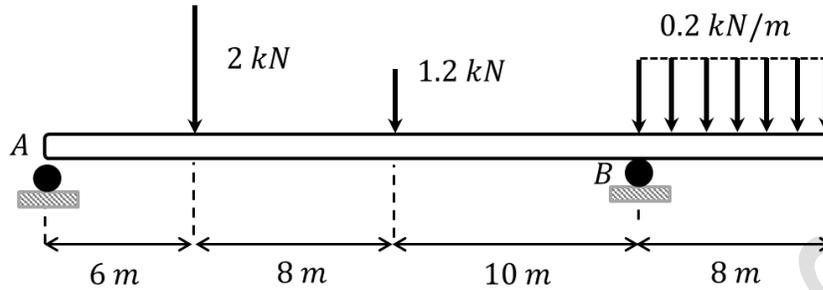

Fig. 8.27.
8.10.- La viga homogénea está montada sobre dos soportes A y B y sometida a dos cargas puntuales y una carga distribuida constante como se muestra en la Fig. 8.27. Realice un diagrama de fuerza cortante y torque flector e indique donde la fuerza cortante es máxima y la posición desde A cuando el torque flector es nulo.